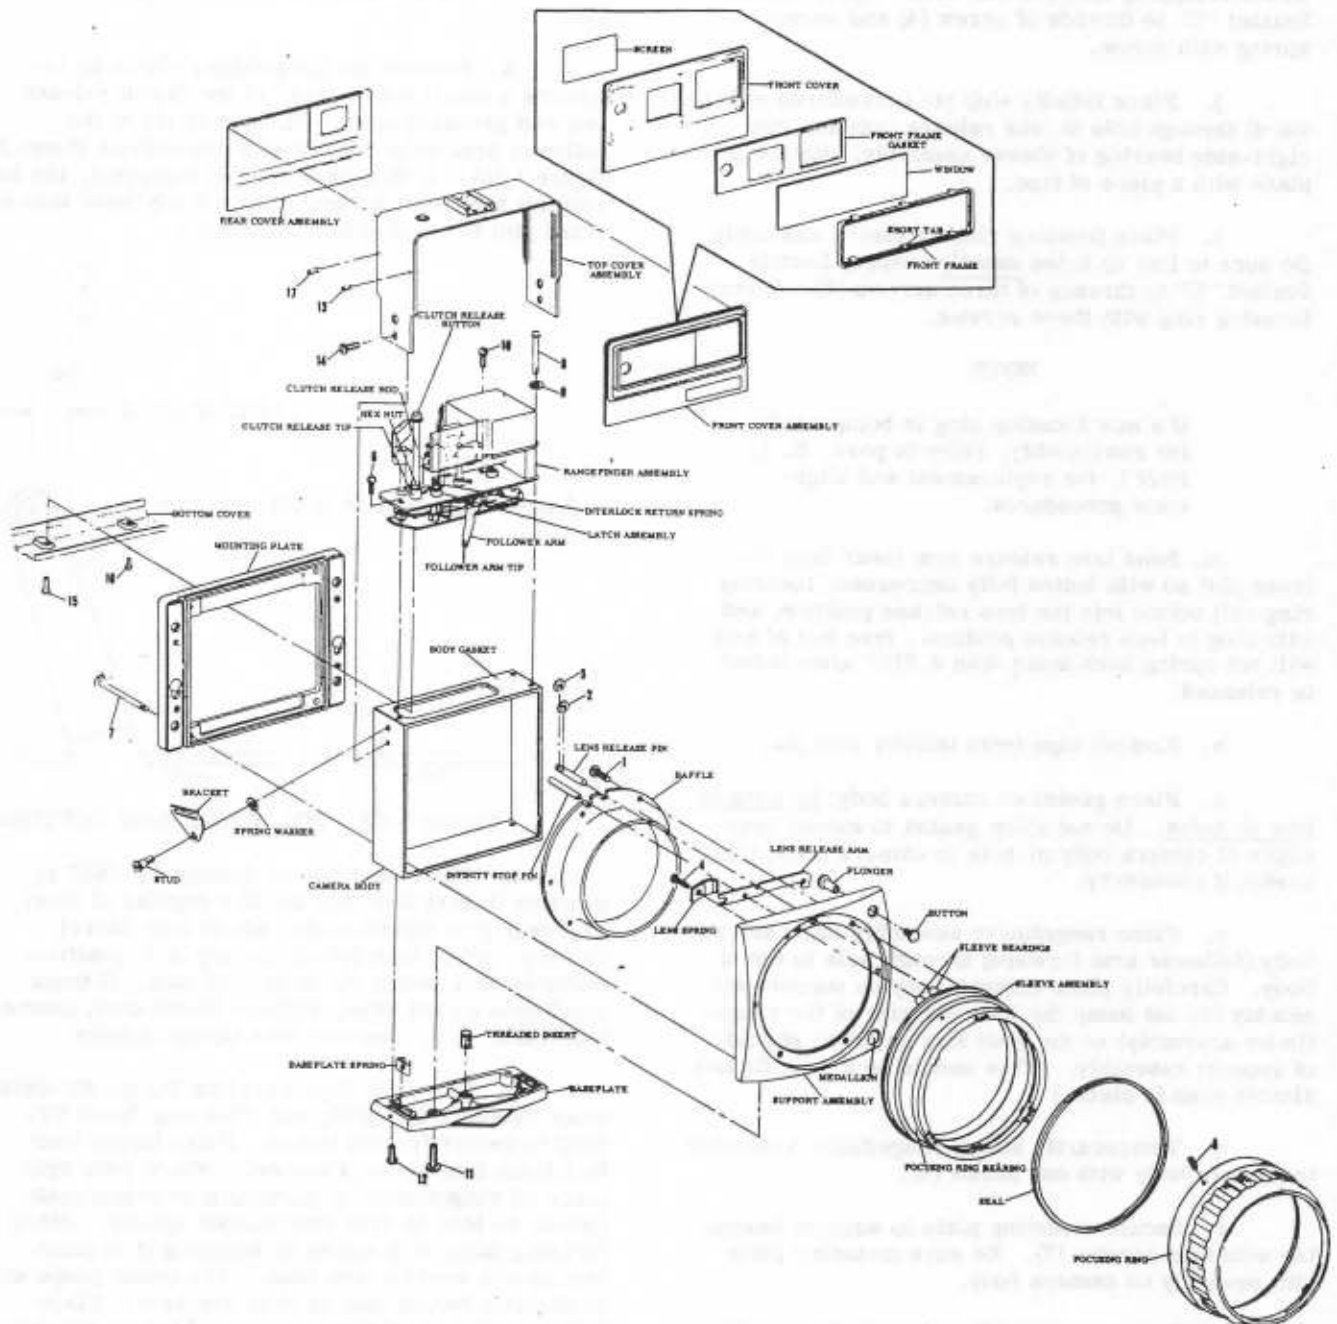

Figure 1-11. RANGEFINDER CAMERA BODY COMPLETE
7. Camera Body, Rangefinder Model (Figure 1-11)
#### 8. Body and Rangefinder Complete (Figure 1-11)